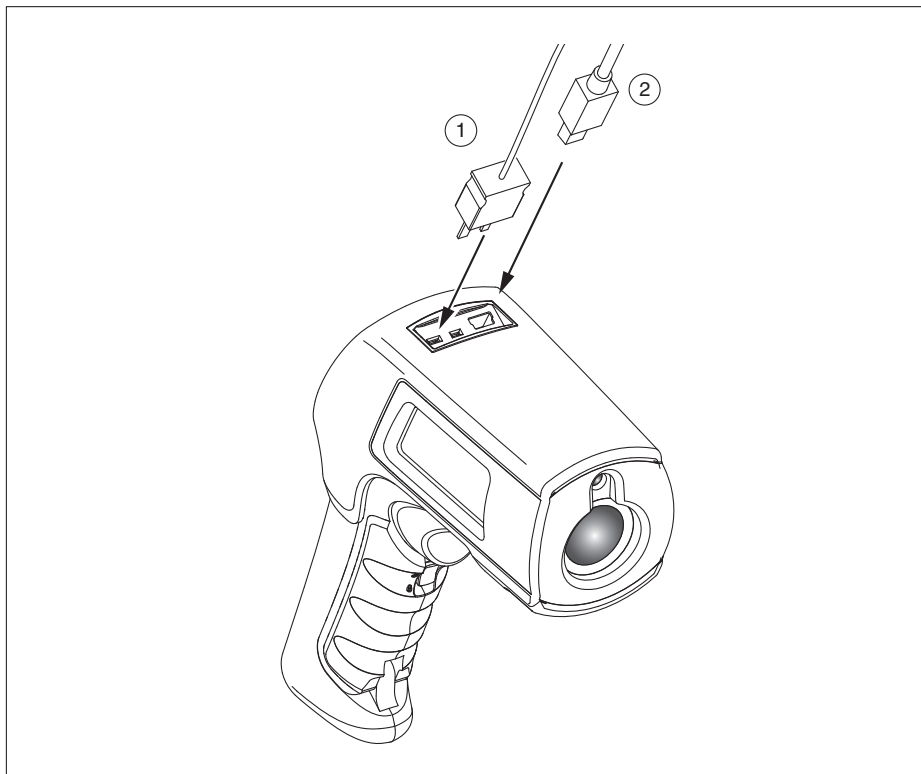

Figura 9. Conexiones del termopar y USB
Los datos almacenados en el modelo 568 pueden ser descargados a una computadora personal (PC) por medio del cable USB incluido y el FlukeView® Forms Documenting Software incluido. Para obtener detalles consulte la documentación de FlukeView® Forms. La entrada USB (2) se encuentra ubicada en la parte superior del termómetro, junto a la entrada de la sonda externa (1) (consulte la figura 9).
Los termómetros vienen con una sonda globular para termopar tipo K. Las sondas se conectan al termómetro a través de la entrada de sondas ubicada en la parte superior del mismo (consulte la figura 9).